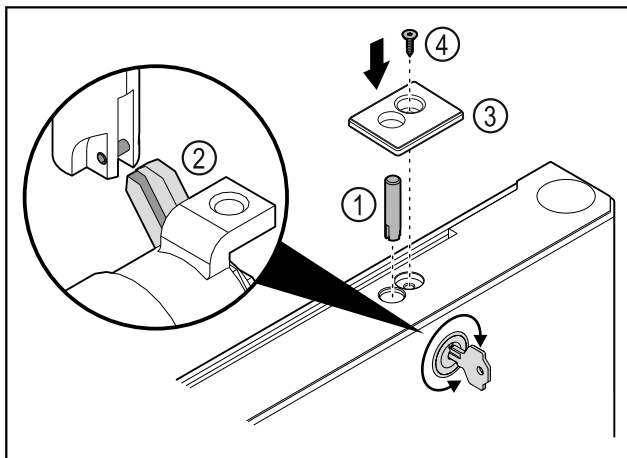

Fig. 45
- ▶ Τοποθετήστε τον πείρο της κλειδαριάς Fig. 45 (1).
- ▶ Περιστρέψτε ελαφρά την κλειδαριά, για να κουμπώσει ο πείρος της κλειδαριάς Fig. 45 (2) στη σχισμή της κλειδαριάς.
- ▶ Τοποθετήστε το κάλυμμα Fig. 45 (3).
- ▶ Τοποθετήστε τη βίδα Fig. 45 (4).